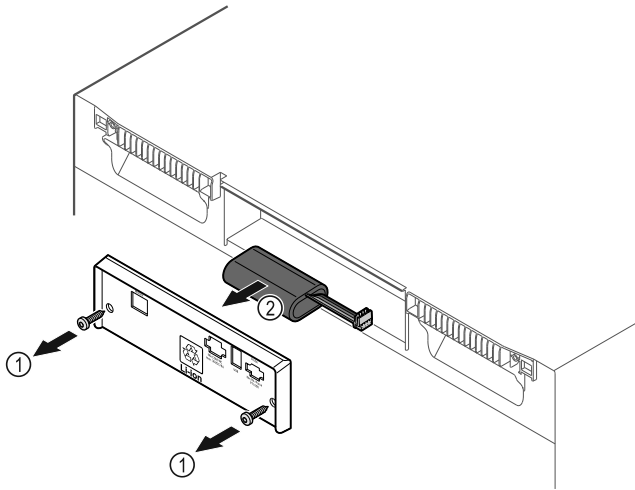

Fig. 235
- ▶ Ξεβιδώστε τις βίδες και αφαιρέστε το κάλυμμα στην πίσω πλευρά της συσκευής Fig. 235 (1).
- ▶ Αποσυνδέστε και τραβήξτε έξω την μπαταρία Fig. 235 (2).